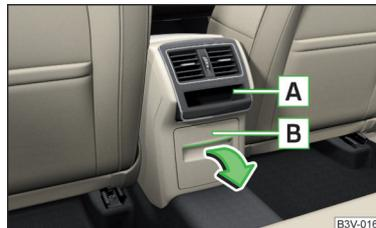

Abb. 118
In der Mittelkonsole hinten befindet sich ausstattungsabhängig ein offenes Ablagefach **A** sowie ein abschließbares Ablagefach **B** » Abb. 118.
- Zum **Öffnen** des Ablagefachs **B** am Oberteil der Vertiefung ziehen und das Fach in Pfeilrichtung aufklappen » Abb. 118.